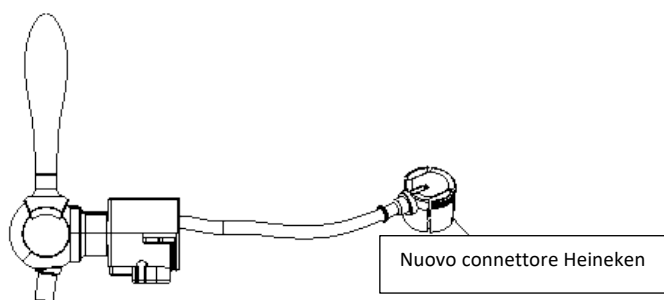
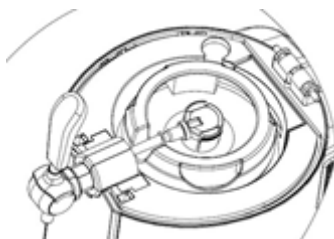

Figura 5 (solo per fusto da 5 litri)
FIGURA 6 (solo per fusto da 5 litri)
6. Allineare verticalmente il dispositivo della valvola di uscita della birra con la parte di collegamento del fusto di birra al centro della superficie superiore e premerlo immediatamente nel fusto di birra. Quando si sente un clic, il dispositivo di erogazione è stato fissato correttamente sul fusto di birra (come mostrato nella Figura 5 di seguito). Dopo aver installato il dispositivo a valvola, inserire il barilotto di birra nel dispositivo.
7. **PER UN FUSTO DA 5L :** Sostituire il tubo della birra con l'adattatore (nuovo connettore Heineken) al rubinetto del dispositivo. Quindi, collegare l'adattatore al connettore della birra (Figura 5). Quando si installa il nuovo connettore al fusto Heineken, è necessario prima installare il tubo della birra trasparente da un'estremità al connettore: un'estremità al meccanismo del rubinetto, quindi installare il connettore al fusto Heineken (Figura 6).